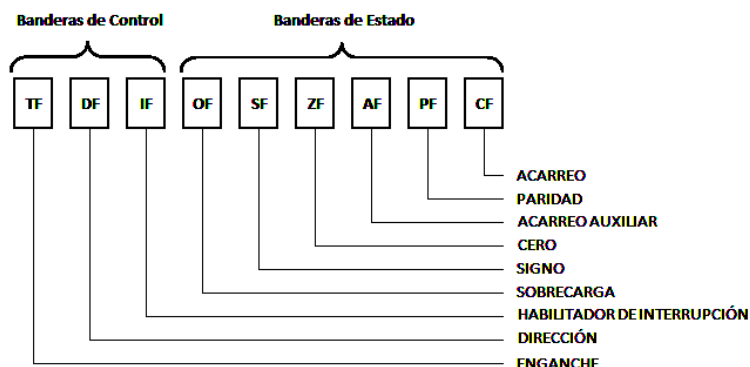

Figura 2.6: Estado y Control de Banderas
- En modo real solo 9 banderas se encuentran activas y se muestran a continuación (Figura 2.6):